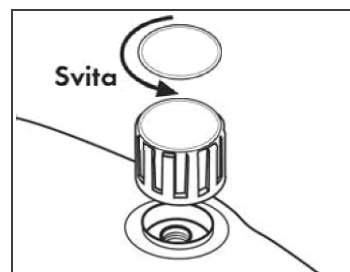

Fig. 16
Descargar la presión en caldero apagando el interruptor caldero (I1) y descargando todo el vapor a través del pulsador vapor (T8) situado en el empuñadura. Luego apagar el interruptor general (IO). Después de dejar enfriar completamente la caldera, desconectar el enchufe de la toma de corriente, abrir lentamente el tapón de seguridad (Fig. 16).